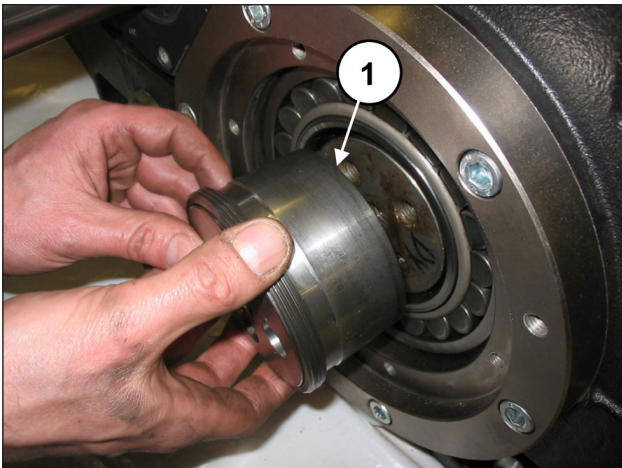

Abb. 21
Nehmen Sie beide Druckbuchsen ab (Pos. ①, Abb. 21).